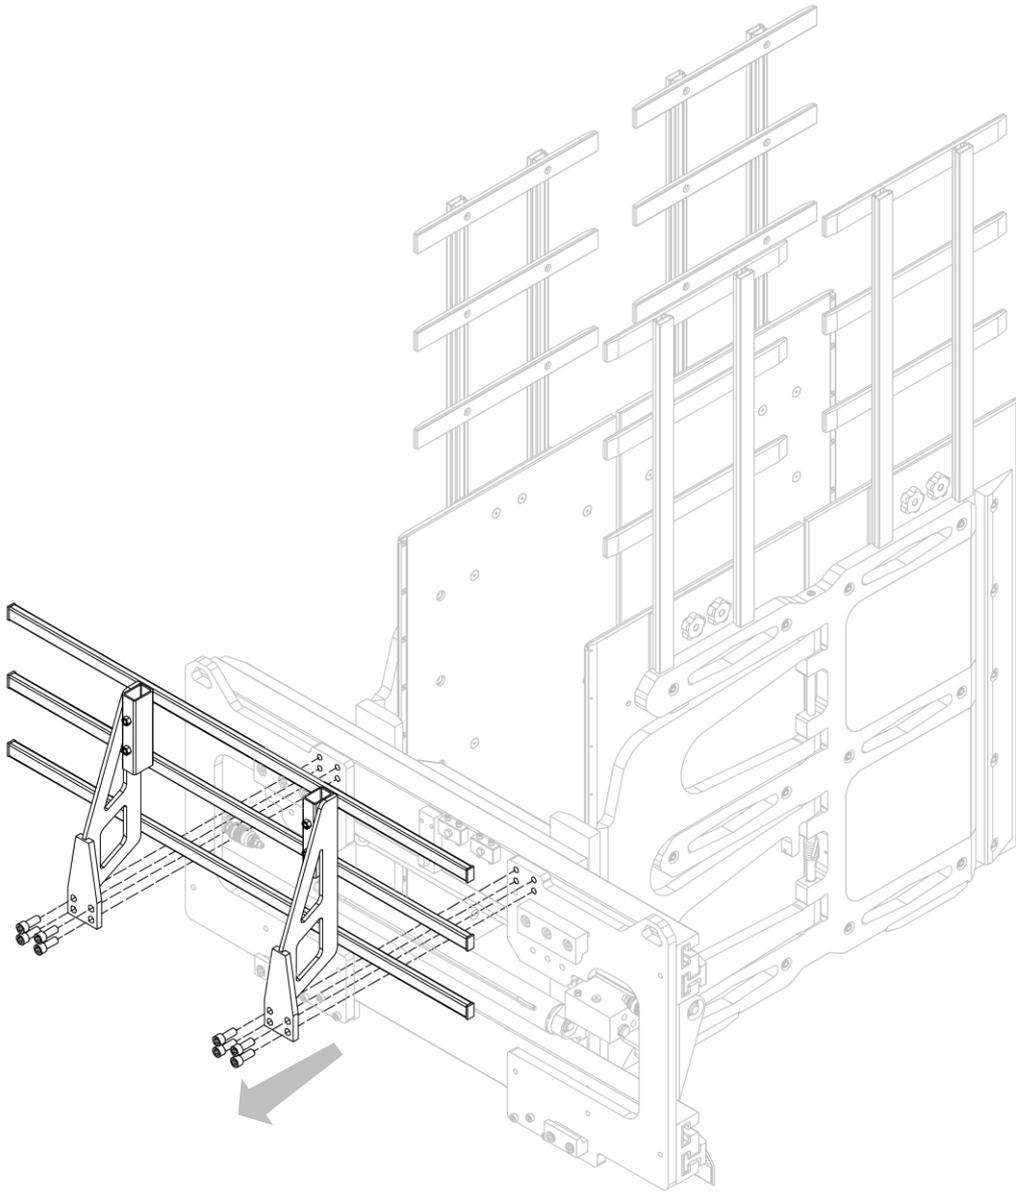

Abbildung 61
- Schrauben Sie den Lastschutzrahmen vom Gerät ab (siehe *Abbildung 61*).